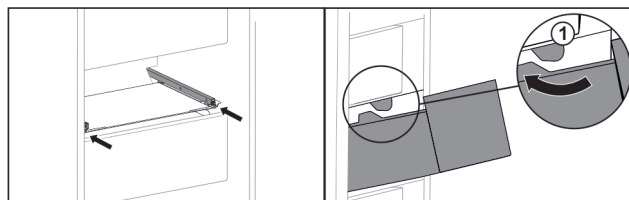

*Fig. 159*
- ▶ Lyft utdragslåda underifrån i bak. *Fig. 159 (1)*
- ▶ Ta ut utdragslåda genom att dra den framåt. *Fig. 159 (2)*